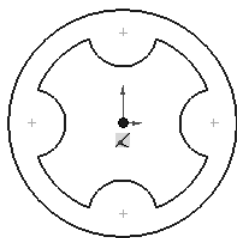

图 2.11.14 插入块
Step 2 插入块。选择下拉菜单 **工具(T)** → **块** → **插入(I)...** 命令，系统弹出“插入块”对话框，单击 **浏览(B)...** 按钮，在系统弹出的“打开”对话框中选择 `D:\sw13\work\ch02\ch02.11\Block.SLDBLK`，然后单击 **打开(O)** 按钮，在图形区原点上单击以放置块，如图 2.11.14 所示。